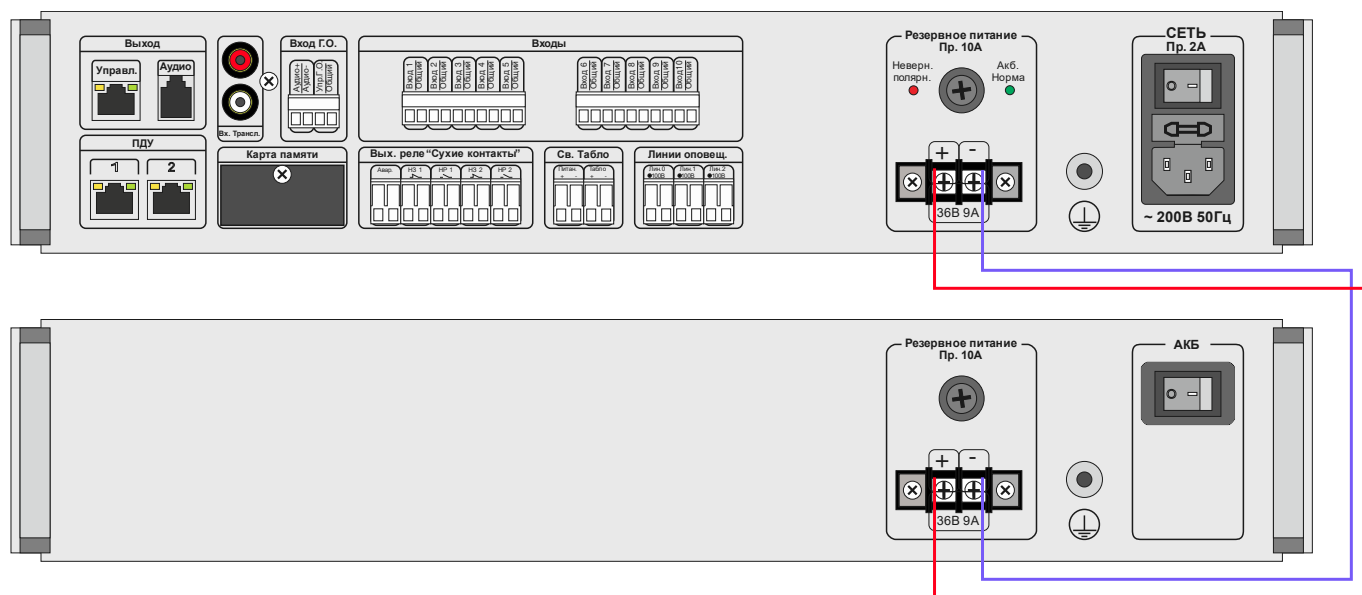

Рис. 2.38 Подключение к ЦБУ-160/2 блока резервного питания БРП-36/07
- цепей резервного электропитания (при использовании блока БРП-36/07 (БРП-36/14) руководствоваться схемой на Рис. 2.38).